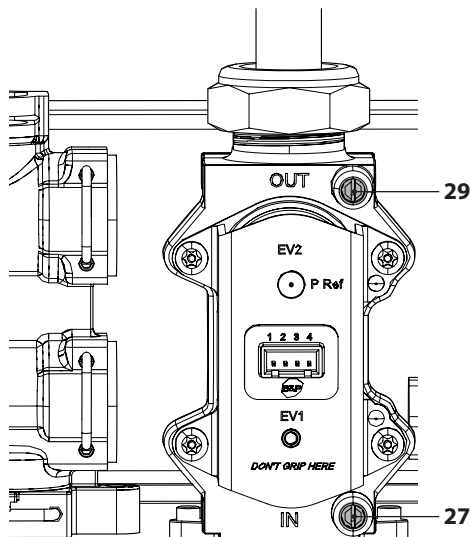

Figura 7.1
- A caldaia spenta (fuori servizio), controllare la pressione di alimentazione utilizzando la presa 27 in Figura 7.1 e confrontare il valore letto con quelli riportati nella tabella Pressioni di alimentazione gas nella sezione "Dati tecnici H 25" a pag. 26, "Dati tecnici H 30" pag. 30 e "Dati tecnici H 35" pag. 34.
- Richiudere bene la presa di pressione 27 in Figura 7.1.